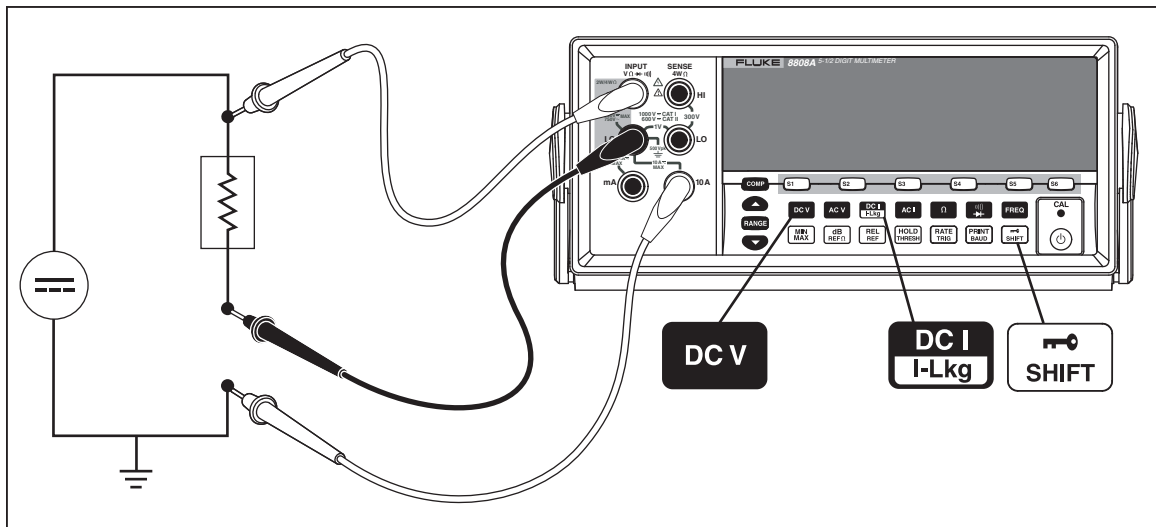

图 A-2. 对输入信号进行直流电压和直流电流测量
表A-2中所列的大多数应用均可通过连接到 **INPUT VΩ→←** HI 和 **LO** 端子的一组测试线完成。然而，若要测量一路输入信号的电压和电流，则需要三组测试线。请确保电压和电流测量共用相同的公共点，如图A-2所示。然后只需要按照正常情况不使用电流钳测量电流的步骤执行即可。
4. 按图A-2所示，将测试线连接到测试电路，并从显示屏上读取测量值。尽管显示的电流为负值，但按照电流惯例，它实际上是正值。